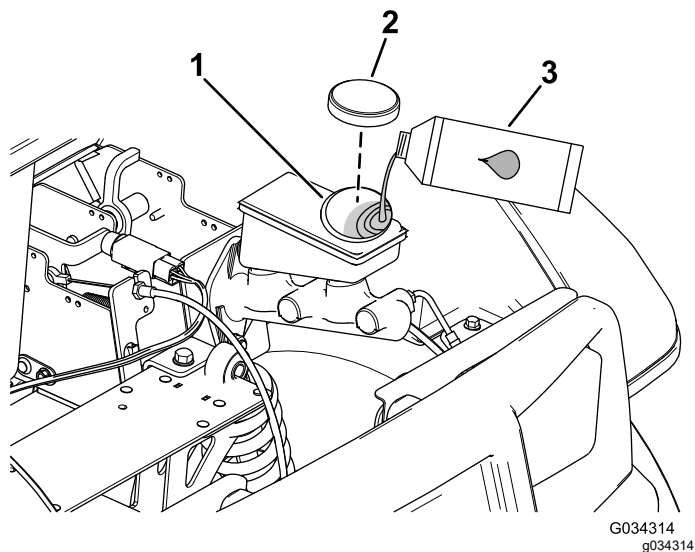

图 50
2. 抬起机罩可接触到主刹车油缸和油箱图 50。
- A. 清洁油箱盖附近的区域并取下油箱盖图 50。
- C. 安装油箱盖图 50。